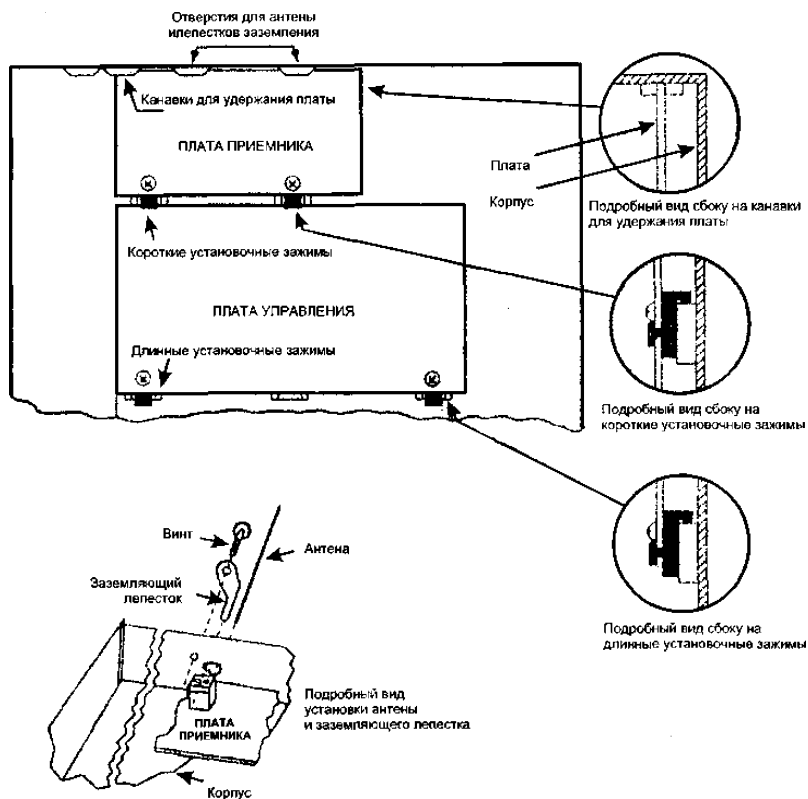

Рис. 1. Установка платы расширителя внутри приемно-контрольного прибора (сверьтесь с инструкцией контрольной панели на предмет применимости данного способа)
5. **Установите антенны** В ПРАВИЕ контакты обоих соединительных блоков на верхнем краю монтажной платы. ПРИМЕЧАНИЕ: Если расширитель установлен внутри приемно-контрольного прибора, пропустите антенны через отверстия в верхней части корпуса (см. рисунок 1).